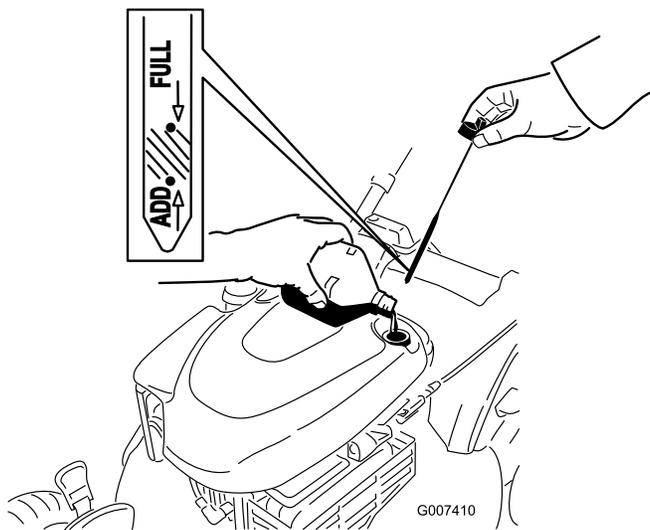

Bild 44
4. Füllen Sie das Öl **langsam** in den Einfüllstutzen ein, um den Ölstand auf die Marke **Voll** am Peilstab anzuheben (Bild 44). **Füllen Sie nicht zu viel ein.** (Max. Füllstand: 0,59 l, Typ: Waschaktives SAE 30-Öl mit der Klassifizierung SF, SG, SH, SJ, SL oder höher durch das American Petroleum Institute (API).)